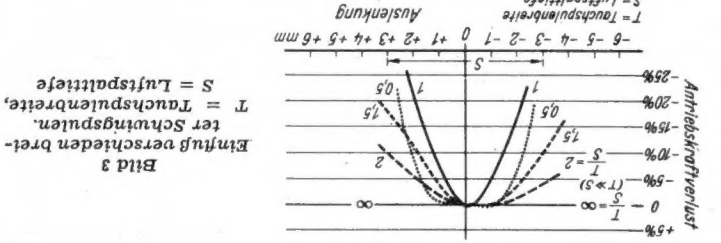

Bild 3 Einfluß verschiedener breiter Schwingensulen, Tauchspulenbreite, S = Luftspalttiefe, T = Tauchspulenbreite, Antriebskraftverlust
Dies ist theoretisch auch bei beliebigem Verlauf der Feldstärke  $B$  (A) möglich, wenn entweder sowohl die Spulenabmessung  $T$  als die Bewegungsauslenkung so klein sind, daß die Feldstärke innerhalb des überstrichenen Bereiches noch als konstant angesehen werden darf; oder aber dann, wenn die Spulendimensionen so groß gewählt werden, daß praktisch der gesamte Magnetfluß umfaßt wird, gleichgültig, ob die Spule in Ruhe oder ausgelenkt ist. Die beiden Grenzfälle, nämlich sehr schmale Spule im Feld oder weit überspannende Spule, ergeben also unglücklicherweise Optimalwerte, während ausgerechnet die gewöhnliche Ausführung einer Schwingensule mit derselben Tiefe wie der Luftspalt bezüglich der Nichtlinearität die ungünstigste Ausführung darstellt. Bild 3 zeigt Kurven, die bei relativ